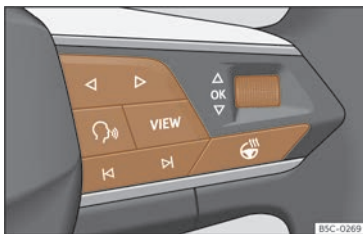

Fig. 10 Lado derecho del volante multifunción: teclas para utilizar los menús y las indicaciones informativas del cuadro de instrumentos (según versiones).
Mientras haya una advertencia con prioridad 1 >>> pág. 26, no se podrá acceder a ningún menú. Algunas advertencias se pueden confirmar y ocultar con la tecla **OK** del volante multifunción >>> fig. 10.
- Si se muestra un mensaje o el pictograma de un vehículo, pulse la tecla **OK** >>> fig. 10; si es necesario, varias veces.